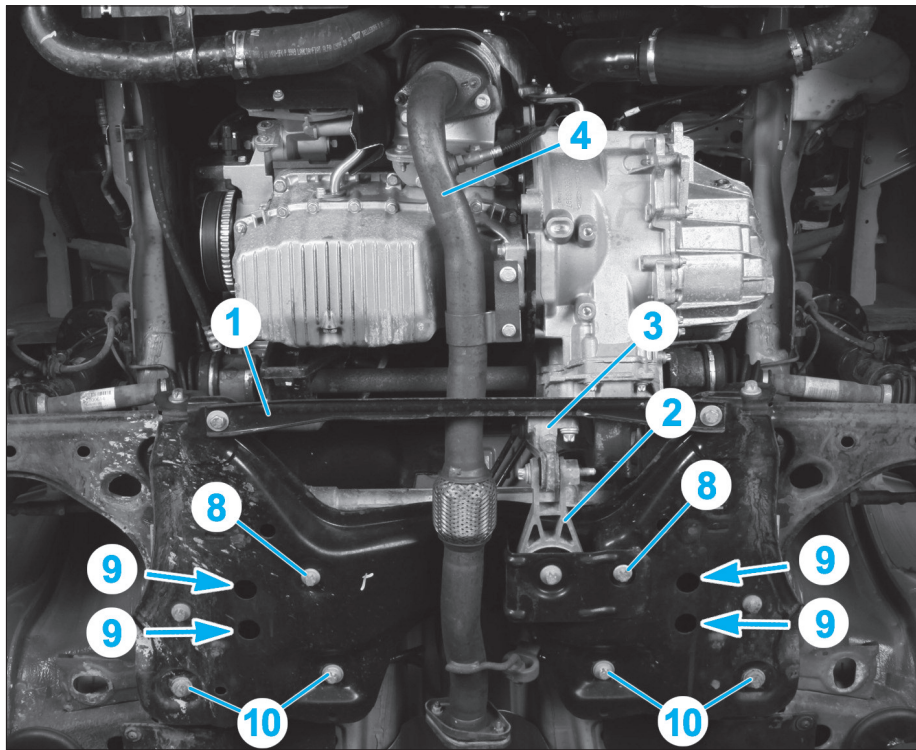
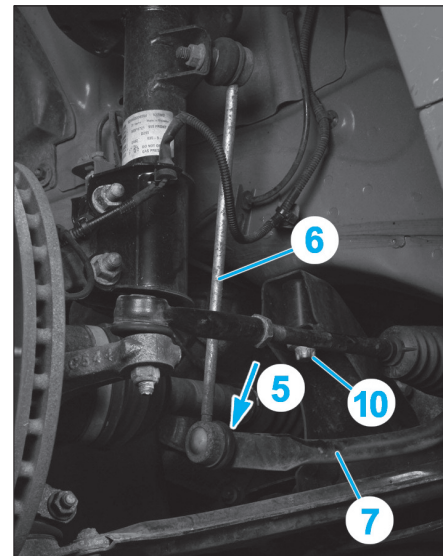
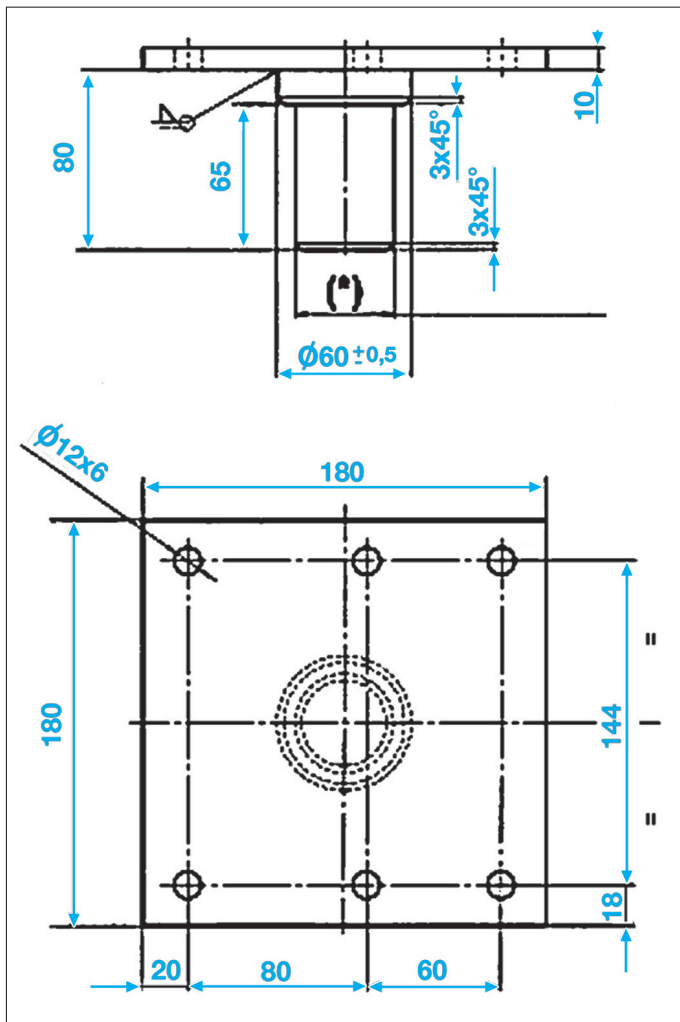

Fig. 4
Fig. 5
Fig. 6
- Déposer (Fig.4) :
- le renfort (1) du berceau,
- la biellette anticouple (2),
- le support (3) de la biellette anticouple,
- la partie avant d'échappement (4).
- De chaque côté, déposer l'écrou (5) fixant la biellette de barre stabilisatrice (6) à la barre stabilisatrice (7) (Fig.5).
- Déposer les fixations (8) du boîtier de direction sur le berceau (Fig.4).
- Déposer les vis de fixation (9) de la barre stabilisatrice sur le berceau.
- Réaliser un montage rigide sous le berceau (Fig.6).
- Déposer les fixations (10) du berceau sur la caisse (Fig.4) et (Fig.5).
- Réaliser un montage rigide (Fig.6).